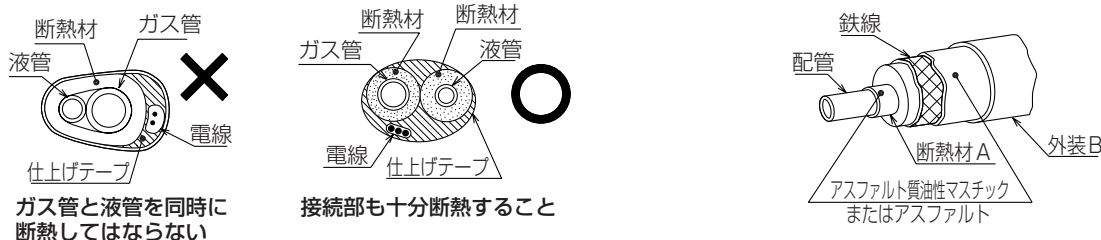

図3 断熱工事施工要領
- 冷媒配管には必ず十分な断熱を行ってください。(下図3を参考にしてください。)